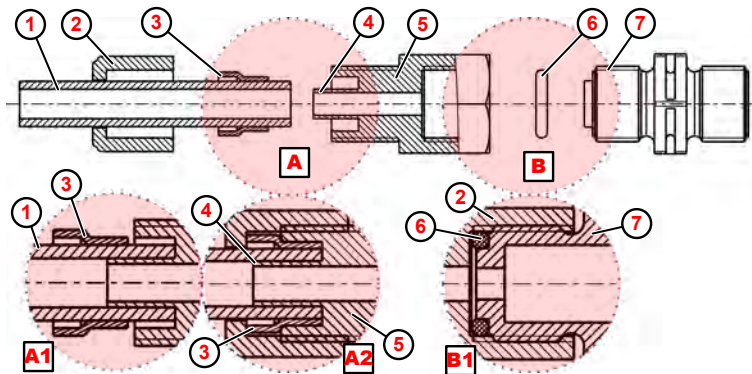

Abb. 7: Rohr- und Schlauchanschluss mit integrierter Stützhülse
1. ➤ O-Ring ( Abb. 7 , ⑥ ) in Nut von Saug-, bzw. Druckventil ⑦ legen.
2. ➤ Aufschraubverschraubung ⑤ festziehen (Detail B1).
3. ➤ Schlauch ① gerade abschneiden.
4. ➤ Überwurfmutter ② über Schlauch ① schieben.
5. ➤ Klemmring ③ über Schlauch ① schieben.
6. ➤ Schlauch ① bis zum Anschlag auf Stützhülse ④ schieben (Detail: A1).
7. ➤ Aufschraubverschraubung ⑤ festziehen (Detail A2).